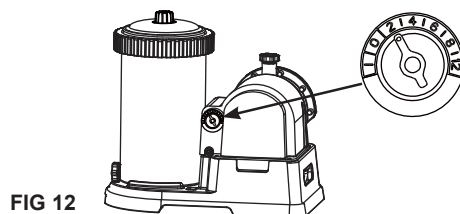

FIG 12
- A. Steek de stekker in het stopcontact en stel de timerknop in op het gewenste aantal draaiuren. **Zie Fig. 12.** Zie "Draaiuren tabel" voor het gewenste aantal draaiuren in verhouding tot de afmeting van uw zwembad.